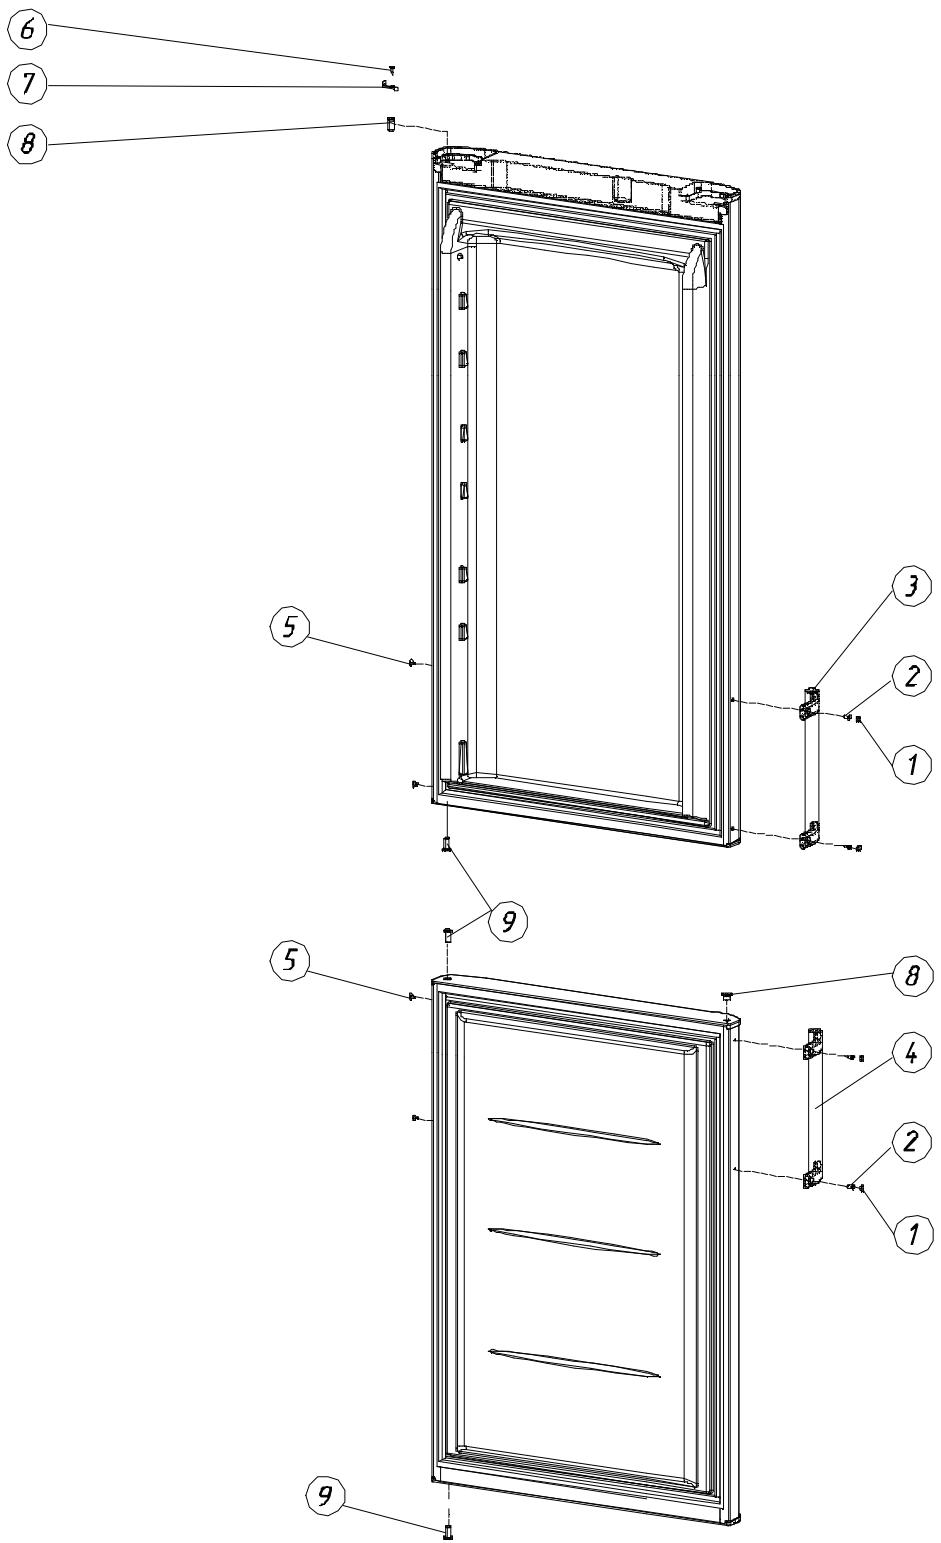

Рис. 8. Расположение перенавешиваемых узлов на дверях
- 16.1. Удалить заглушки (поз. 1, рис. 8) из ручек дверей холодильного (поз. 3, рис. 8) и морозильного (поз. 4, рис. 8) отделений.
- 16.2. Вывернуть винты (поз. 2, рис. 8), снять дверные ручки (поз. 3, рис. 8) и (поз. 4, рис. 8).
- 16.3. Удалить заглушки (поз. 5, рис. 8) и установить их с противоположной стороны дверей.
- 16.4. Поменять местами ручки и переставить их с левой стороны на правую, закрепить винтами (поз. 2, рис. 8) и установить заглушки (поз. 1, рис. 8).
- 16.5. Вывернуть винт (поз. 6, рис. 8), снять ограничитель-упор (поз. 7, рис. 8) и извлечь верхнюю втулку (поз. 8, рис. 8) из двери холодильной камеры. Втулку (поз. 8, рис. 8) и ограничитель-упор (поз. 7, рис. 8) установить с противоположной стороны двери сверху, зафиксировать винтом (поз. 6, рис. 8).
- 16.6. Извлечь из двери холодильной камеры втулку (поз. 9, рис. 8), установить с противоположной стороны двери снизу.
- 16.7. Из двери морозильной камеры извлечь втулки (поз. 9, рис. 8) и заглушку (поз. 8, рис. 8). Установить втулки (поз. 9, рис. 8) с противоположной стороны двери снизу и сверху, заглушку (поз. 8, рис. 8) установить с противоположной стороны двери сверху.